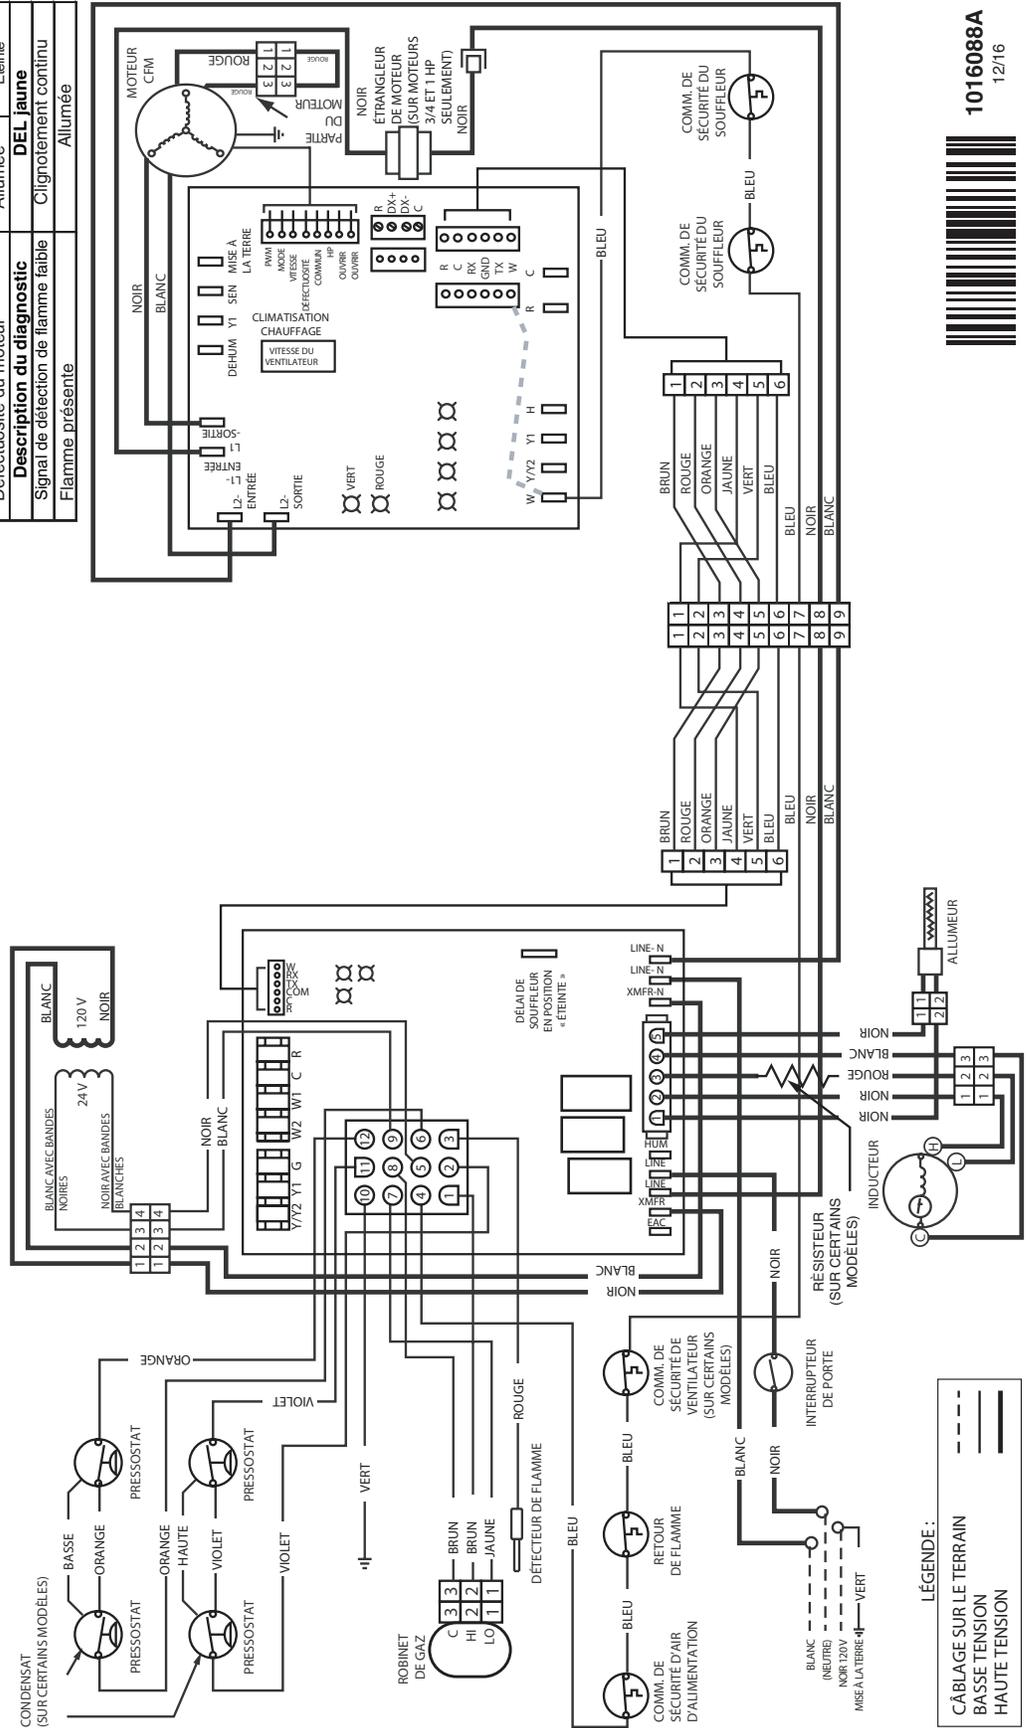

Figure 34. Schéma de câblage pour générateur d'air chaud à flux ascendant, vitesse variable et deux étages
- Est-ce que toutes les DEL sur les tableaux de commande du générateur d'air chaud et du moteur sont constamment ALLUMÉES? Si non, consulter les Tableau 13 et Tableau 14 ou les schémas de câblage (Figure 32 (page 35), Figure 33 (page 36), Figure 34 (page 37) et Figure 35 (page 38) pour déterminer la défectuosité.